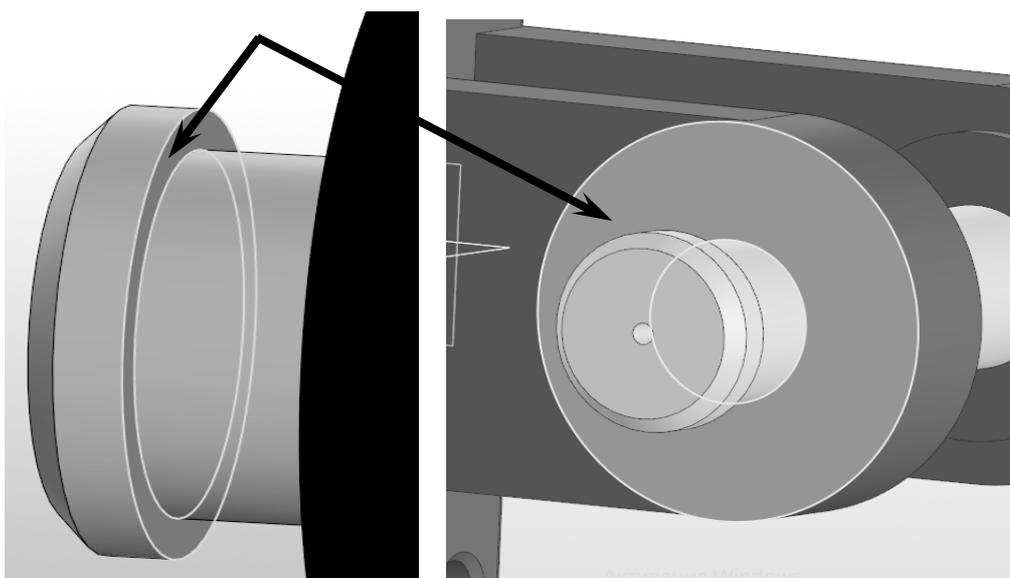

Рис. 5.5. Применение сопряжения «Совпадение»
• Наложите на компоненты сборки сопряжение «Совпадение»: выберите команду «Совпадение» на панели **Размещение компонентов** – затем укажите ЛКМ на плоскую кольцевую грань детали «Ось» и грань на проушине детали «Вилка», куда должна упереться ось, как показано на рис. 5.5. Нажмите кнопку для завершения операции.